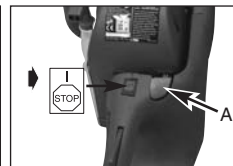

Abb. 9A
1. Para poner en marcha la sierra, poner el interruptor (interruptor ON/OFF) en la posición ON (I) (fig. 9A).